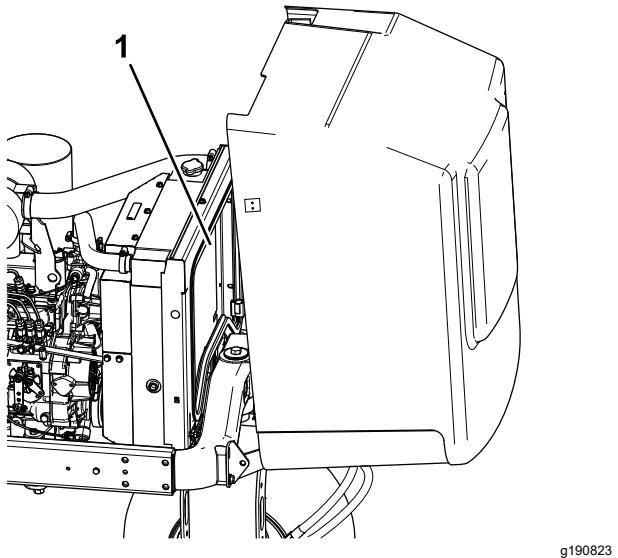

Figure 69
5. Nettoyez soigneusement les deux côtés du radiateur avec de l'eau ou de l'air comprimé (Figure 69).